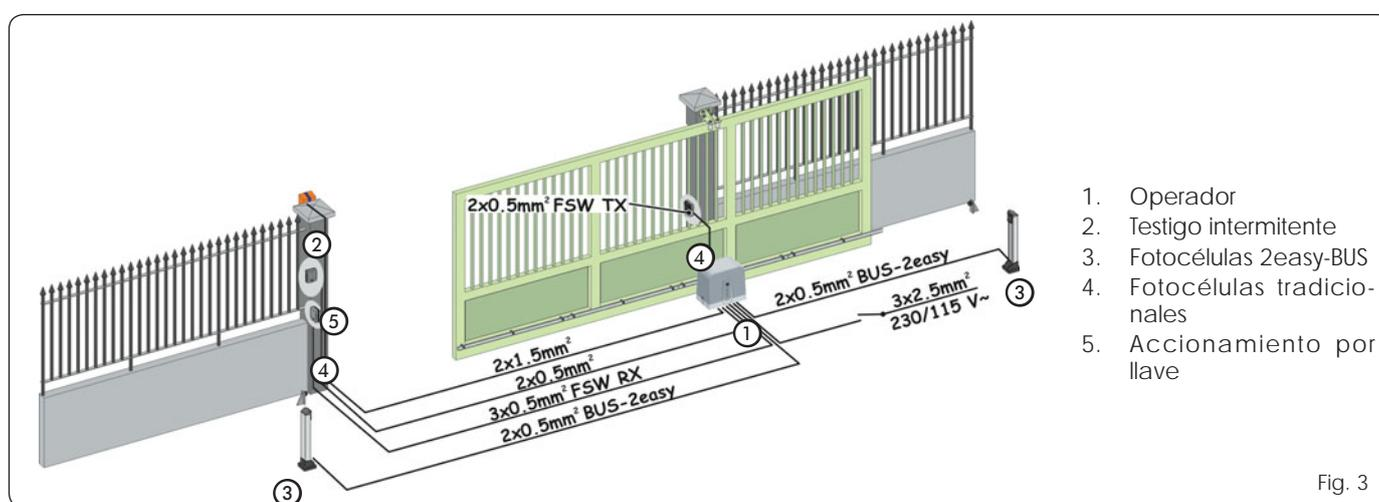

Fig. 3
4. Prepare los cables eléctricos para la conexión con los accesorios y la alimentación eléctrica, de la manera indicada en la Fig. 3.
- Siguiendo las indicaciones de la Fig. 3, coloque los cables en canalizaciones y realice las conexiones eléctricas con los accesorios seleccionados.